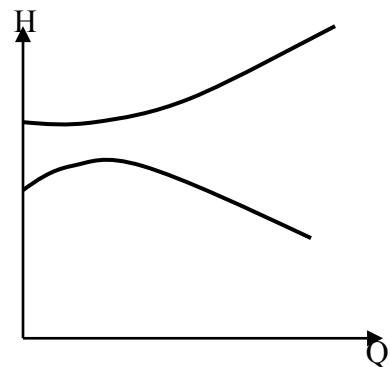

Рис. 12. Режим роботи відсутній.
4. Режим роботи відсутній (рис. 12) – якщо характеристики не перетинаються .